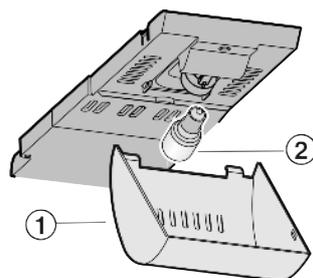

Fig. 14
- ▶ Saisir le recouvrement Fig. 14 (1) devant et le faire décli-quer derrière.
- ▶ Remplacer l'ampoule Fig. 14 (2).
- ▶ Remettre en place le recouvrement Fig. 14 (1).